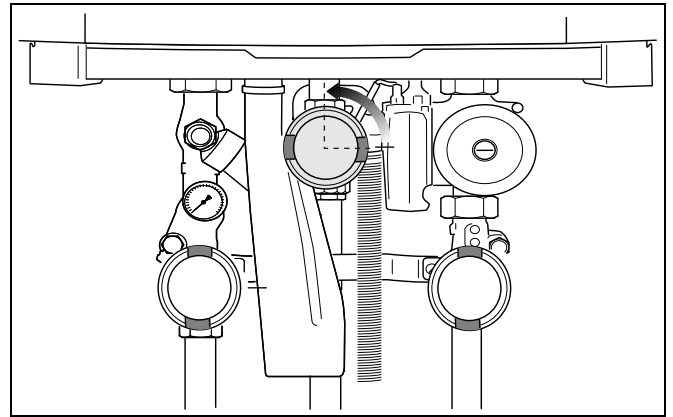

Рис. 72 Открытие крана для подачи газа
- Медленно открыть газ. Для этого нажать кран для подачи газа и повернуть влево на ¼ оборота (рис. 72).
- Медленно открыть газ. Для этого нажать кран для подачи газа и повернуть влево на  $\frac{1}{4}$  оборота (рис. 72).
- Медленно открыть газ. Для этого нажать кран для подачи газа и повернуть влево на  $\frac{1}{4}$  оборота (рис. 72, стр. 53).
- Снова открыть кран подачи газа. Для этого нажать кран для подачи газа и повернуть влево на четверть оборота (рис. 72).